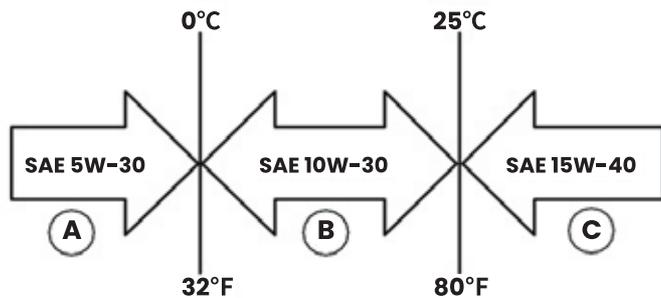

Figure 15: Huile recommandée
1. Utilisez uniquement l'huile moteur spécifiée à la Figure 15.